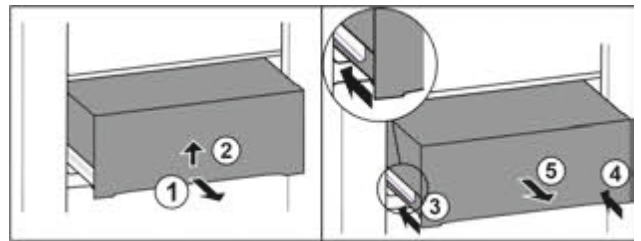

Fig. 45
- ▶ Витягніть ящик на половину. Fig. 45 (1)
- ▶ Підняти висувний ящик за нижній бік. Fig. 45 (2)
- ▶ Вставити ліву рейку. Fig. 45 (3)
- ▶ Вставити праву рейку. Fig. 45 (4)
- ▶ Вийняти висувний ящик рухом вперед. Fig. 45 (5)